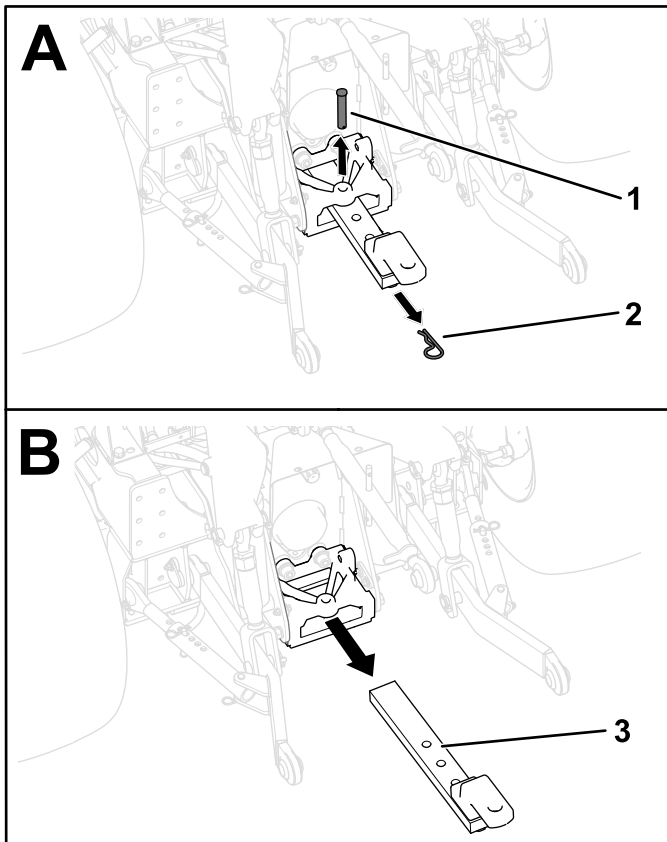

Bild 20
1. Entfernen Sie den Splint und den Lastösenbolzen, mit denen die Deichsel an der Deichselhalterung (**Bild 20**) befestigt ist.
2. Nehmen Sie die Deichsel von der Halterung ab (**Bild 20**).